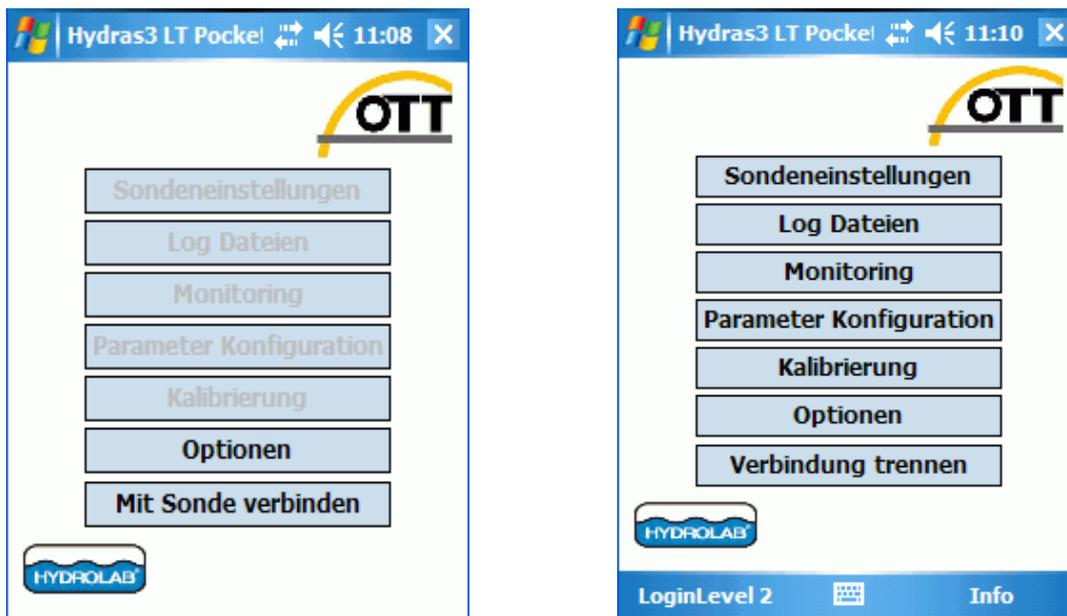

Abbildung 2 Hydras 3 LT Pocket Hauptansicht vor und nach dem Anschluss an eine Sonde
2. Öffnen Sie Hydras 3 LT Pocket unter dem **START** Menü des PDA. Die Hauptansicht wird angezeigt (Abbildung 2).
Die Hydras 3 LT Pocket Hauptansicht (Abbildung 2) enthält sieben Optionen für die Sondenbedienung oder das Datenmanagement. Die einzelnen Optionen werden in Tabelle 1 detailliert dargestellt.